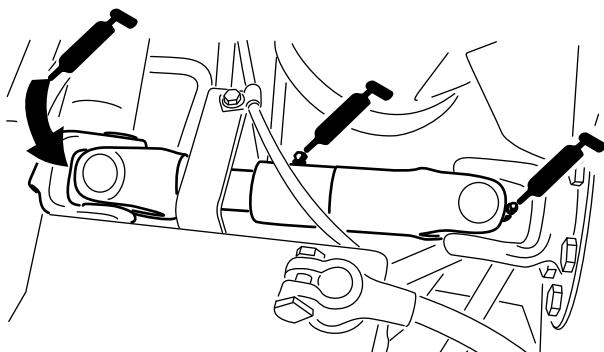

Figura 44
- Giunto a U dell'albero di trasmissione della pompa (3) (Figura 44)